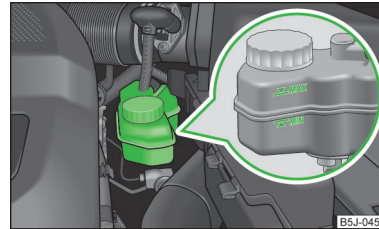

Abb. 132
- Den Bremsflüssigkeitsstand am Behälter prüfen » Abb. 132. Der Stand muss zwischen den Markierungen „MIN“ und „MAX“ liegen.